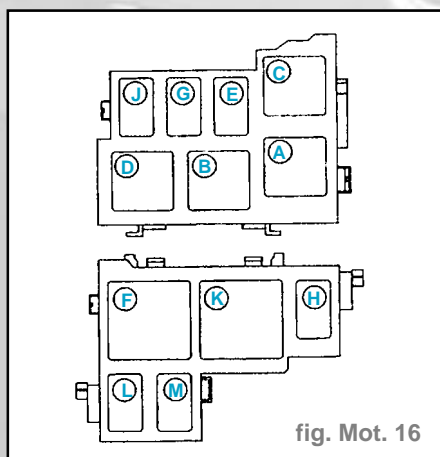

fig. Mot. 16
- Shunter les bornes (3) et (5) du relais (K) de pompe à carburant (il est situé dans la boîte fusibles moteur) (fig. Mot. 16). En une minute, le débit de pompe doit être au minimum sous une tension de **12 volts** de **1,3 l**.
- Shunter les bornes (3) et (5) du relais (K) de pompe à carburant situé dans le boîtier fusibles moteur (fig. Mot. 16).